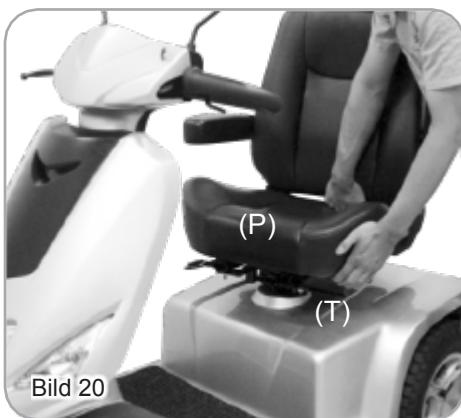

Bild 20
1. Se sidan 126 för demontering, ta sedan bort sitsen (P) och bakhöljet (Z). (Bild 20 och 21)
4. Montera sedan det bakre höljet (Z) och sitsen (P) i ursprungligt läge. (Bild 20 och 21)
1. Ta bort bakhöljet (Z) uppåt (Bild 20).